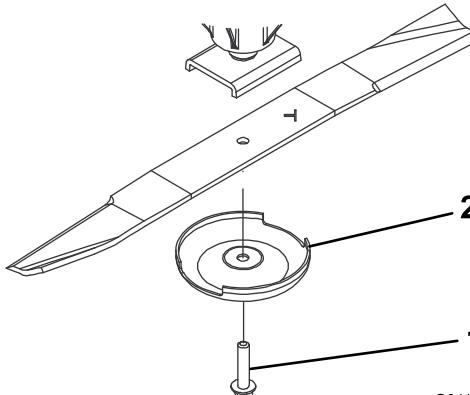

Figure 66
- Enlevez le boulon, la coupelle de protection et la lame de l'axe de pivot (Figure 66).